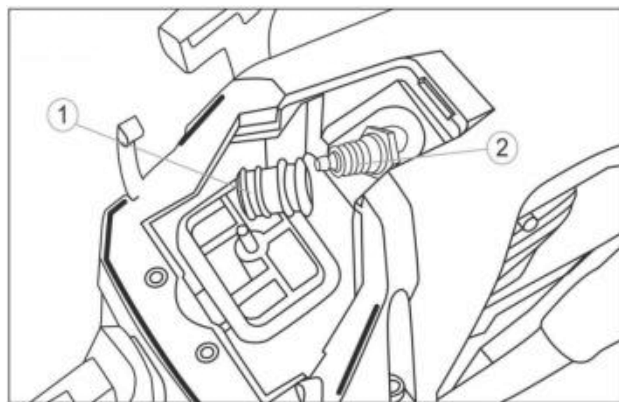

Fig. 26
3. Desconecte el cable de alto voltaje de la bujía 1 (Fig. 26).